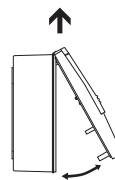

FIG.2
- Abrir el equipo y separar el frontal de la caja (Fig.2)
- Montar el frontal en la caja (Fig.2).